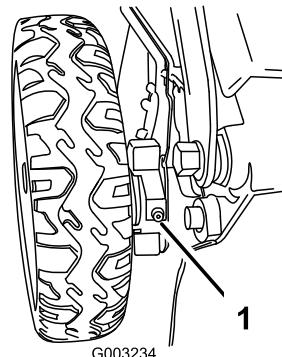

Figure 37
- Essuyez les graisseurs situés juste à l'intérieur des roues arrière avec un chiffon propre (Figure 37).